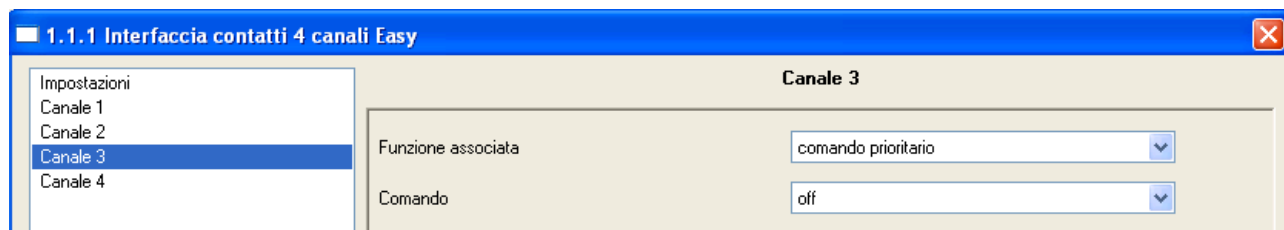

Fig. 5: Finestra di configurazione parametri **Interfaccia contatti (3) - Canale 3**
Al canale 3 è connesso il Timer il quale, alla chiusura del relè di uscita a seguito della attivazione della forzatura nella fascia oraria programmata dall'utente, trasmette sul bus il comando prioritario a OFF delle lampade. Per rendere operativa la forzatura occorre associare al Canale 3 la funzione di **Comando Prioritario** assegnando lo stato di forzatura scelto a **off** (vedi fig. 5).
L'attivazione della funzione **Esecuzione comandi prioritari** rende visibile l'oggetto di comunicazione a 2 bit **Chx - Comando Prioritario** che agirà prioritariamente sull'oggetto di commutazione **Chx - Commutazione** forzando lo stato del relè di uscita al valore prescelto (**off**) tramite il parametro **Comando** nel dispositivo di comando ovvero nell'interfaccia contatti (3) (vedi fig. 5 precedente).